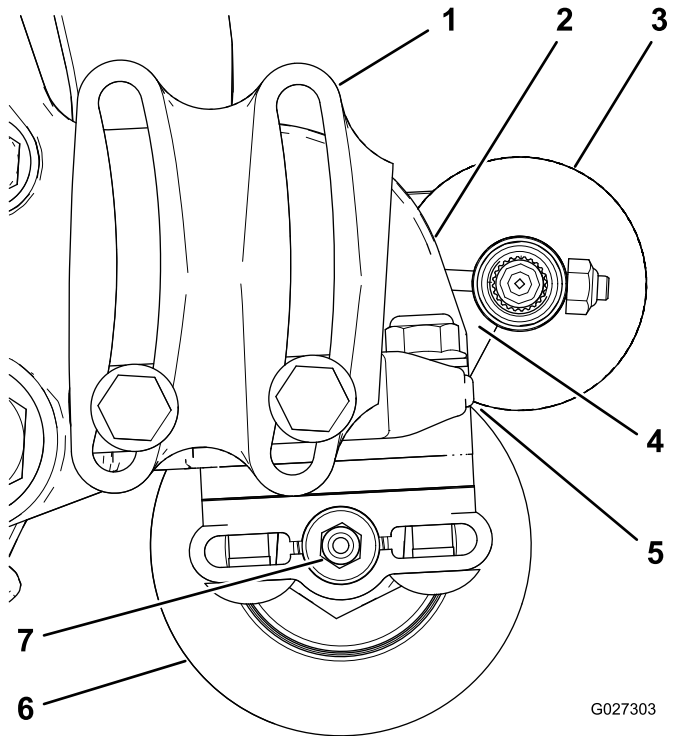

Figura 11
2. Posicione a escova do rolo de forma a que toque ou apoie no rolo traseiro (Figura 11).